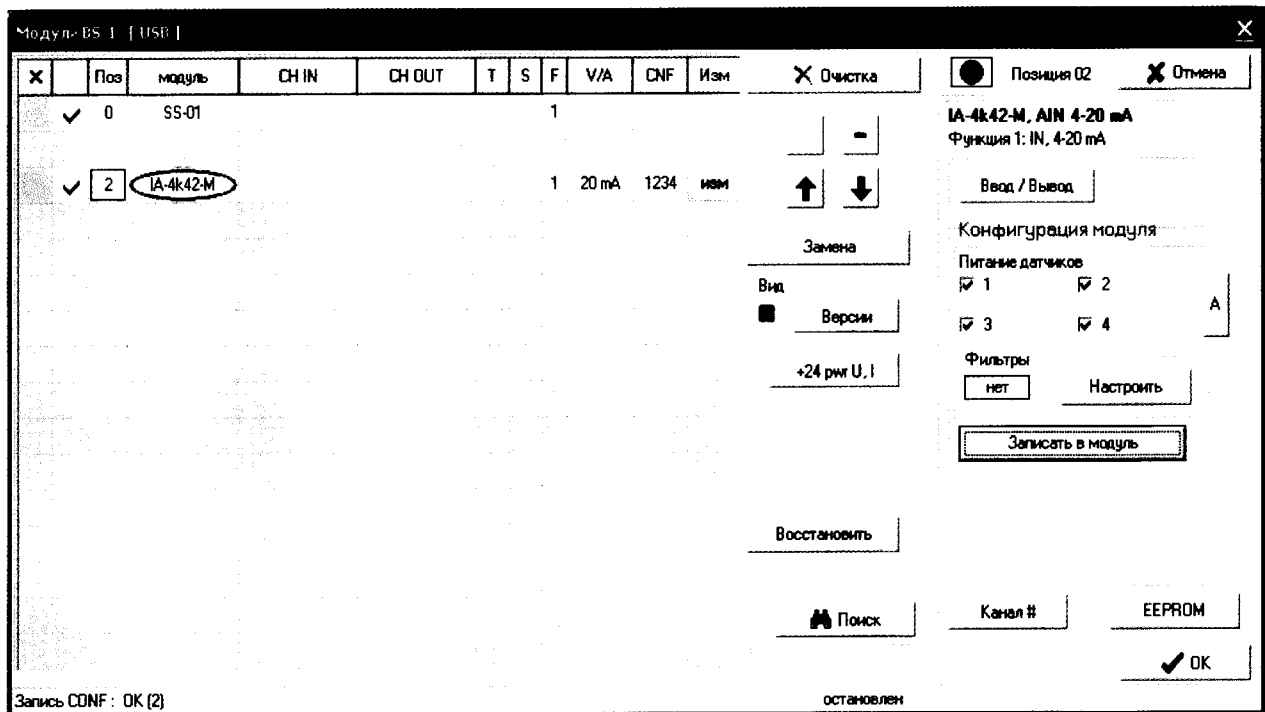
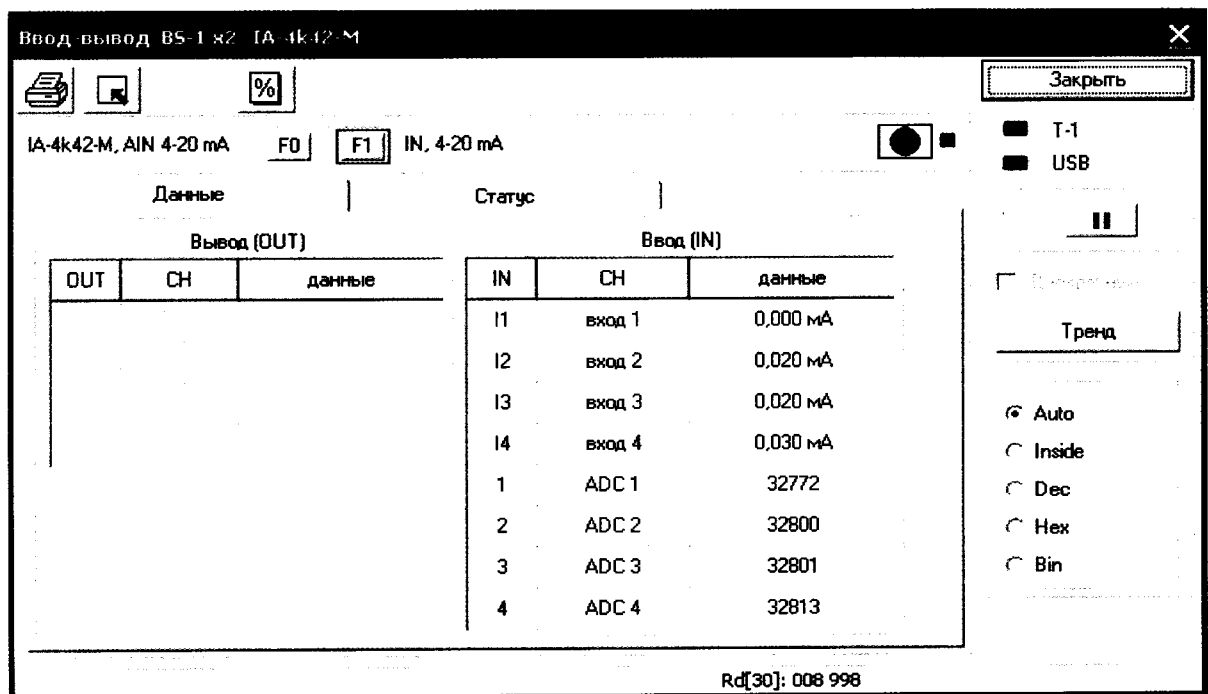

Рисунок 2
Рисунок 3
7.4.1.4 В окне «Модули BS-1» в поле «Питание датчиков» последовательно нажать на кнопки «А» и «Записать в модуль» (см. рисунок 2). Нажатием на кнопку «Ввод/Вывод» войти в окно «Ввод/Вывод» (см. рисунок 3). На экране монитора будут отображаться перечень входных каналов и значения тока в каждом канале в миллиамперах. Проконтролировать правильность работы индикации модуля на передней панели: режим – зеленый сигнал индикатора «Р», индикаторы всех каналов – синий сигнал.
«Ввод/Вывод» (см. рисунок 3). На экране монитора будут отображаться перечень входных каналов и значения силы постоянного тока в каждом канале в миллиамперах.